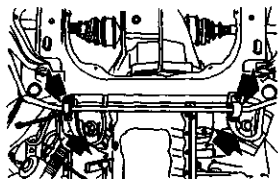

图 2-110 拆下副梁螺栓和
- 4) 如图 2-110 箭头所示, 旋下副梁螺栓和发动机橡胶支承, 缓缓放下副梁。